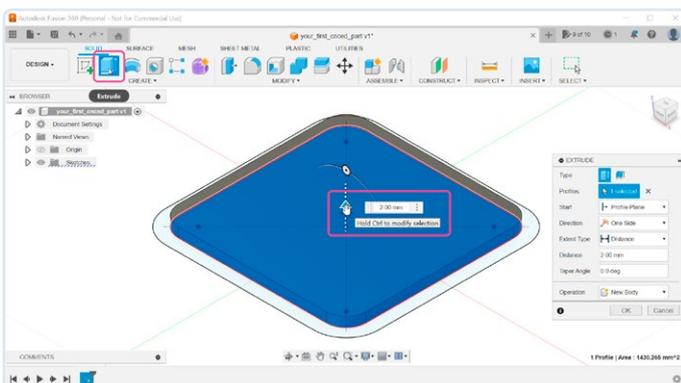

Bild 7. Start der Extrusion.
7) Wir haben nun genügend Formen, um sie zu extrudieren. Schließen Sie die Skizzenbearbeitung ab, indem Sie auf den Button *Finish Sketch* klicken, und wählen Sie dann das Extrudieren-Werkzeug *Extrude* aus der Werkzeugleiste aus (**Bild 7**). Klicken Sie auf das innere abgerundete Rechteck in der Skizze und geben Sie einen Abstand von 2 mm ein.